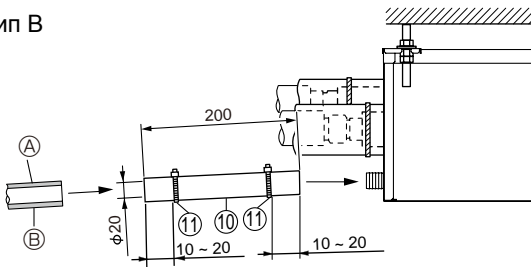

Fig. 8-1
- (1) Нанесите ПВХ адгезив (приобретается на месте) на дренажное соединение ответственной коробки и насадите присоединяемый дренажный шланг ⓐ на соединение как можно дальше. (Fig. 8-1)
- (2) Вставьте жесткую ПВХ трубу (VP-16, приобретается на месте) в присоединяемый дренажный шланг ⓑ, нанесите клей и закрепите ее. (Fig. 8-1)
- (3) Наденьте зажим ⓓ на присоединяемый дренажный шланг ⓑ. (Fig. 8-1)